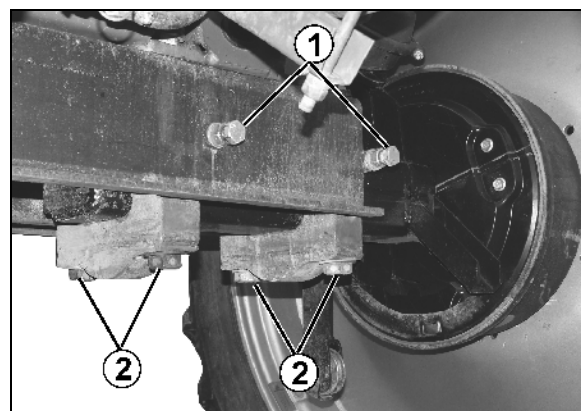

Fig. 135
4. Allentare le viti di serraggio (Fig. 135/1,2).
6. Per orientare l'asse, stringere prima le viti (Fig. 135/1), coppia di serraggio 210 Nm.
7. Poi stringere le viti (Fig. 135/2), coppia di serraggio 750 Nm.